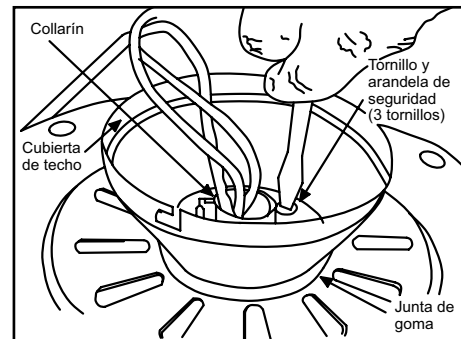

Figura 9
5. Alinea los orificios de montaje con los orificios del motor y asegura con los tres tornillos y arandelas de seguridad retiradas en el paso 4 (Figura 9).